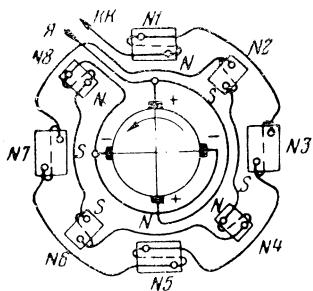

Рис. 55. Схема соединений обмоток двигателя вентилятора ДК-403Г (вид со стороны коллектора)
**Повреждения самих мотор-вентиляторов.** Все изложенное выше в разделе «Повреждения в цепях мотор-компрессоров» в полной мере относится и к мотор-вентиляторам. На рис. 55 приводится схема соединений обмоток двигателя вентилятора ДК-403Г.